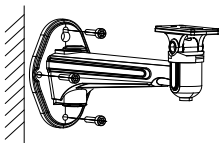

Abbildung 2-7 Wandhalterung montieren
5. Befestigen Sie die Wandhalterung des Kameragehäuses an der Wand, wie in Abbildung 2-7 gezeigt.